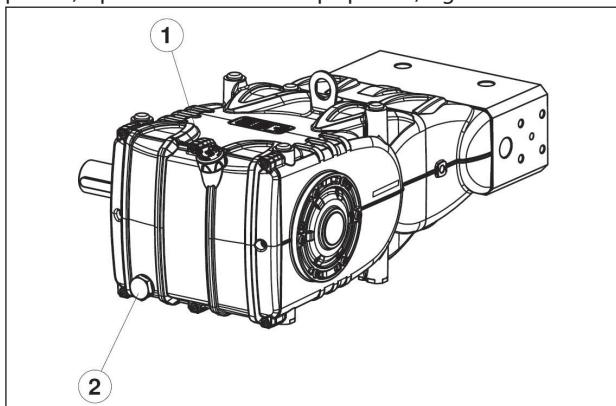

Fig. 1
Para retirar o óleo, deve-se retirá-lo a haste do nível do óleo pos. ①, e posteriormente a tampa pos. ②, Fig. 1.